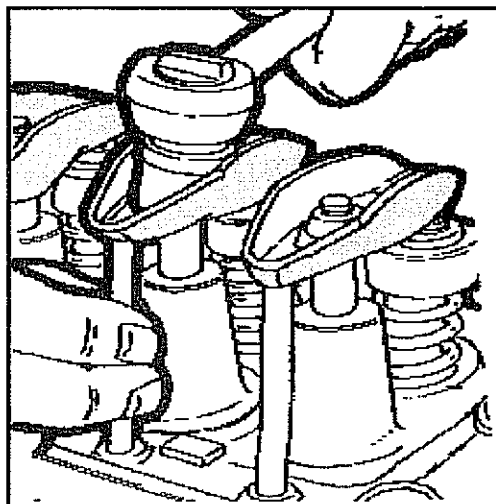

Abb. 2-4 Prüfen auf richtiges Ventilspiel
3. Vorher wie beschrieben angezogene Befestigungsmuttern der Kipphebel soweit lösen, bis Spiel im Ventiltrieb durch Drehen oder sehr geringe Auf- und Abbewegung der Ventilstoßstangen festgestellt werden kann. Siehe Abb. 2-4. Mutter festziehen, bis das festgestellte Spiel beseitigt ist und daraufhin eine weitere Umdrehung festziehen, um den Stoßelkolben im Hydraulischen Ventilstoßel zu zentrieren.